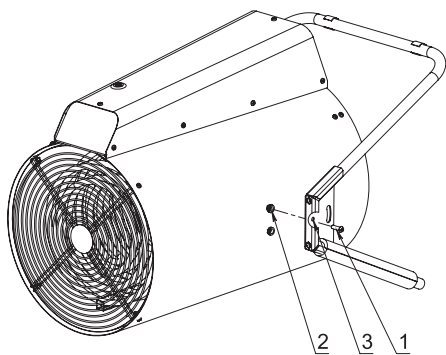

Рис. 2
Совместить отверстие в опоре (3) с верхней резьбовой гайкой (2) на корпусе и наживить винт М6х20 (2 шт.) (1) с обеих сторон теплоventилатора (Рис. 2)
Электронагревательные элементы, после срабатывания устройства аварийного отключения, автоматически не включаются. Для возврата устройства аварийного отключения в рабочее положение необходимо нажать на кнопку сброса аварийного термостата (Рис. 2).